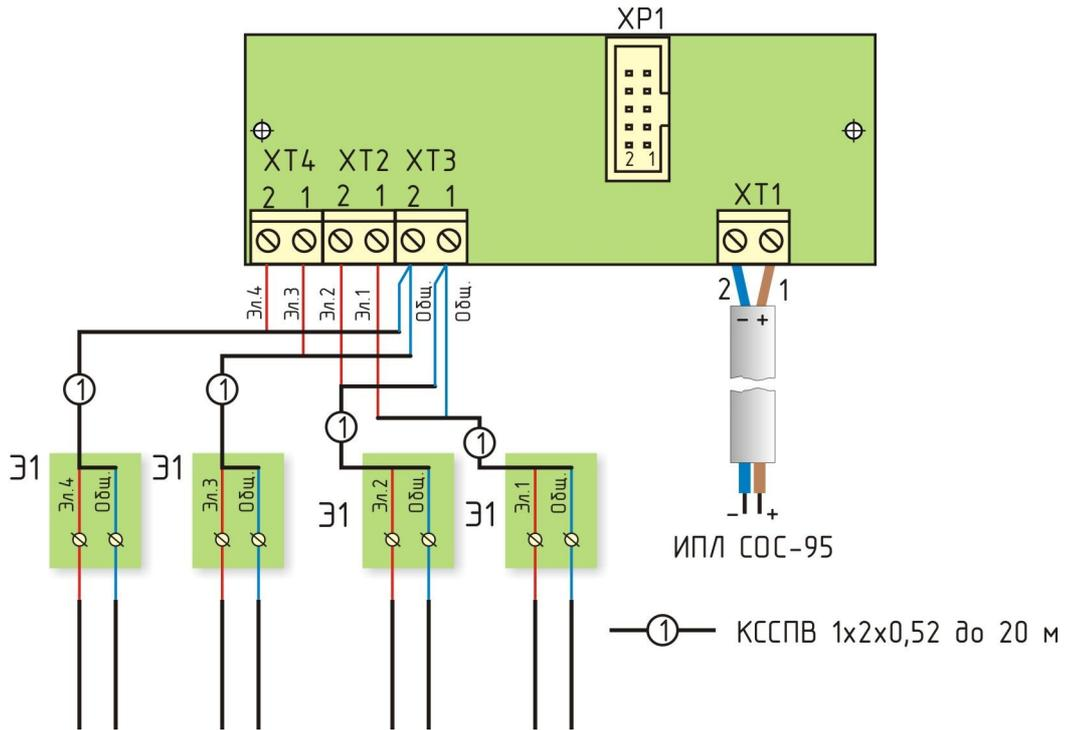
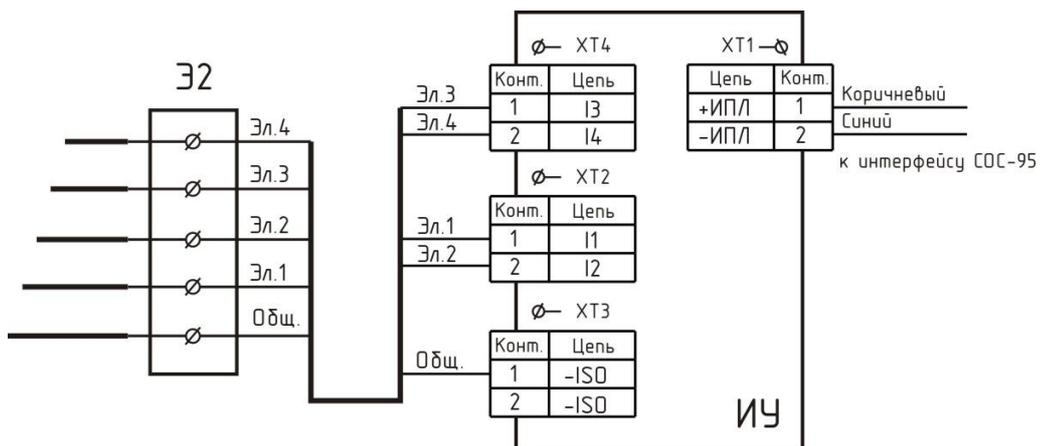

Рисунок 13- Подключение электродниц Э1
Рисунок 14 - Электрическая принципиальная схема подключения ИУ и Э2
3) Подключить кабель длиной до 20 м к контактам электродницы и к клеммным разъемам на плате ИУ: для электродницы Э1 использовать КССПВ 4x2x0,52 (рисунок 13, 15), а для электродницы Э2 использовать КССПВ 1x2x0,52 (рисунок 14, Ошибка: источник перекрестной ссылки не найден). Прокладку кабеля на участках, где возможно механическое повреждение кабеля, вести открыто в гибком металлическом рукаве РЗ-ЦХ-8-У ТУ 22-5570-83. При прокладке линий связи параллельно силовым линиям расстояние между ними должно быть не менее 1 м, а их пересечения должны быть под углами 90° и 45° и изолированы трубками ПВХ. Трассы проводок по стенам помещения должны быть наикратчайшие, на расстоянии не менее 0,1 м от потолка и на высоте не менее 2,2 м от пола.